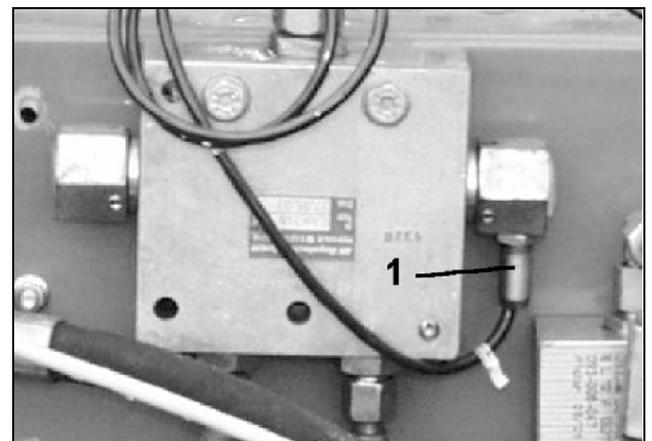

Fig. 63
- avec traceurs, par les capteurs (Fig. 63/1) lors de l'inversion des traceurs
- sans traceurs, dès que le capteur de déplacement (Fig. 63/1) ne fournit plus d'impulsions, par ex. lors du relevage de l'outil en tournière et lors de l'arrêt dans le champ.